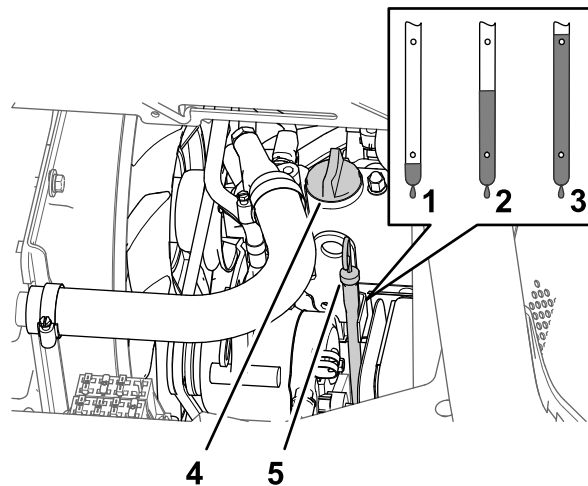

Bild 77
5. Nehmen Sie den Ölfülldeckel vom Füllstutzen an der Ventilabdeckung des Motors (Bild 77) ab und gießen Sie ungefähr 80% der angegebenen Ölmenge langsam in den Füllstutzen.
6. Nehmen Sie den Peilstab heraus und lesen den Ölstand im Motor ab (Bild 77).
7. Gießen Sie langsam weiteres Öl der angegebenen Sorte ein, um den Ölstand bis zur Voll-Markierung am Peilstab anzuheben (Bild 77).
8. Bringen Sie den Ölfülldeckel in den Füllstutzen und den Peilstab in das Peilstabrohr (Bild 77).